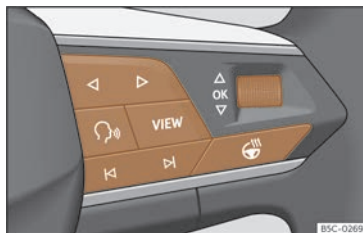

Fig. 10 Partea dreaptă a volanului multifuncțional: butoanele de accesare a meniurilor și informațiilor de pe panoul de instrumente (în funcție de versiune).
Cât timp este activ avertismentul de prioritate 1 >>> pag. 26, nu va fi posibilă accesarea unui meniu. Unele avertizări pot fi confirmate și ascunse cu ajutorul butonului **OK** de pe volanul multifuncțional >>> **fig. 10**.
- Dacă este afișat un mesaj sau simbolul unui autovehicul, apăsați butonul **OK** >>> **fig. 10**; de mai multe ori, dacă este necesar.